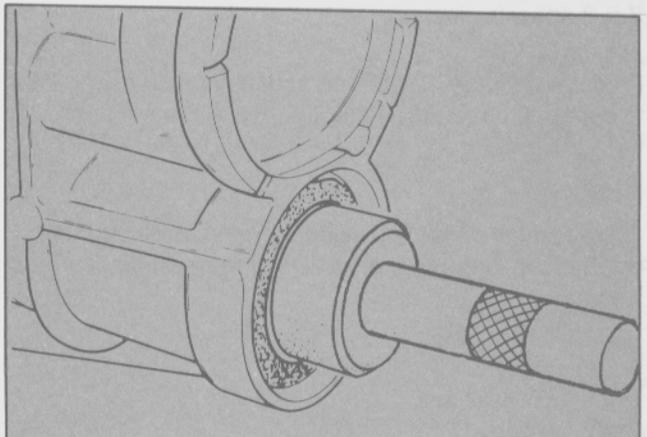

Fig. 60 - Colocación de la herramienta especial T74G-7000-BAS
- Colocar la herramienta especial T74G-7000-BAS en el extremo del eje principal de la caja de velocidades para evitar la fuga de aceite a través de la extensión (Fig. 60).